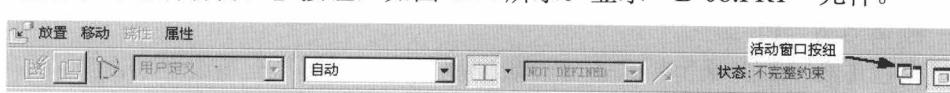

图 1.24
① 首先在【菜单管理器】中选择【模具模型】→【装配】→【参照模型】选项。接着在弹出的对话框中选择“B-08.PRT”，选中后单击【打开】按钮完成。
② 然后单击【活动窗口】按钮，如图 1.24 所示。显示“B-08.PRT”元件。